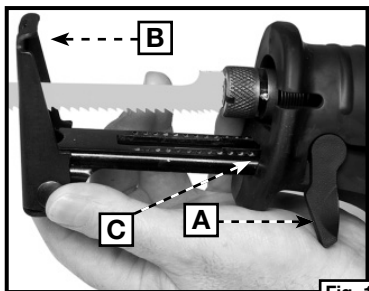
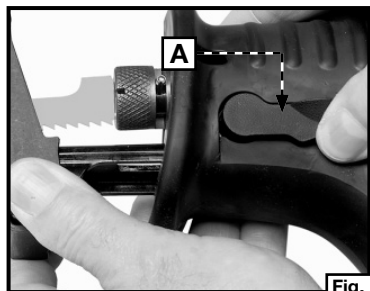

Fig. 12
Fig. 13
Pour ajuster, tourner le levier (A) Fig. 12. relâcher le soulier de guide de pivotant (B). Ajuster à la position désirée et au levier proche (A) Fig. 13. Le soulier de guide de pivotant de Quik Change™ de keyless est conçu avec une lèvres haussée (C) Fig. 12 à la fin qui empêche le soulier de guide de verrouiller en place s'il est hors étendu aussi loin. Après avoir ajusté, assure que le levier verrouillant est complètement rapproché la position fermée à clef (A) Fig. 12.